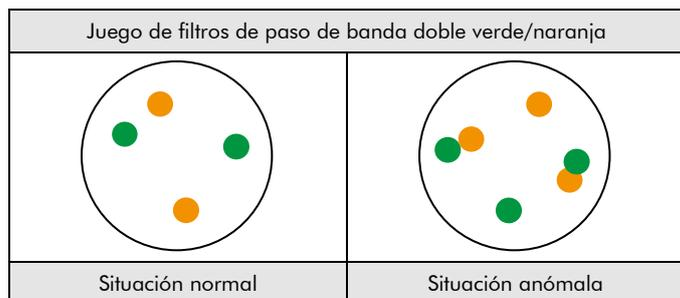

Fig. 2: Resultados previstos en núcleos normales y anómalos
**Situación normal:** En las interfases de células normales o células sin una translocación que afecte a las regiones génicas correspondientes, aparecen dos señales independientes de color verde y naranja (ver Fig. 2).
**Situación anómala:** Una fusión génica se indica mediante una señal naranja independiente, una señal verde independiente y dos señales de fusión naranja/verde (ver Fig. 2).